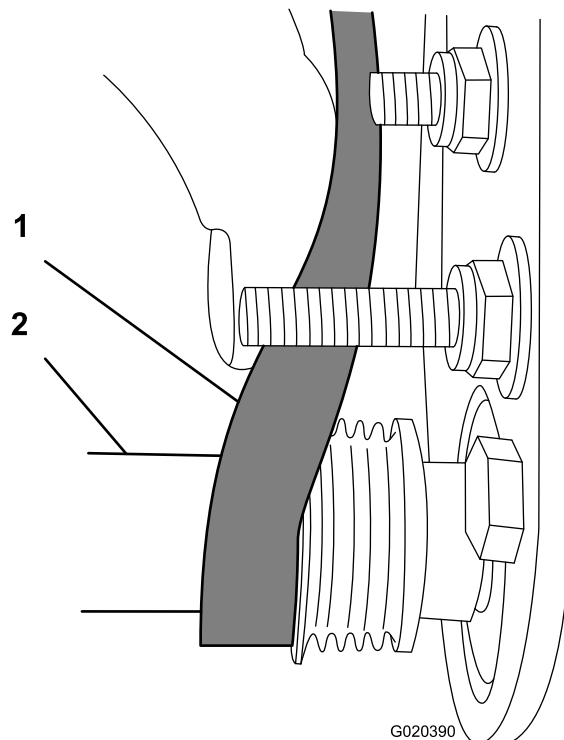

Рисунок 24
- С. Используйте глубокую головку на 9/16 дюйма для вращения щетки в сборе и установки ремня на ведомый шкив (Рисунок 24).